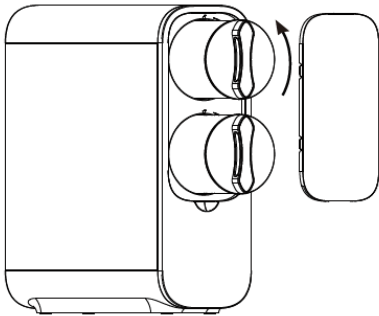

Abbildung 1
1. Entfernen Sie das Cover, drehen Sie den Filter, den Sie austauschen wollen, eine Viertel Umdrehung gegen den Uhrzeigersinn auf das Symbol „☐“ und ziehen Sie den Filter aus der Anlage (Abbildung 1). Beim Herausnehmen der Filter wird etwas Wasser nachlaufen.